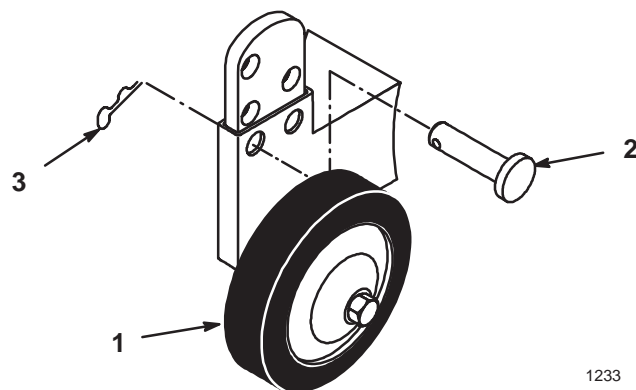

Figure 23
2. Enlevez la goupille fendue et l'axe pour changer de trou (Fig. 23).